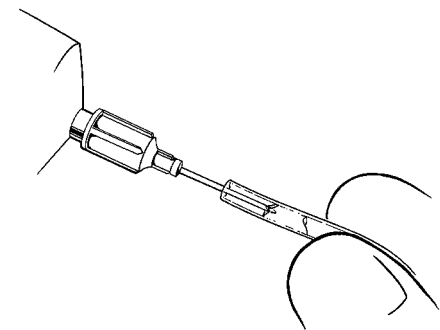

Figura 4-22. Enxaguamento dos tubos
3. Utilizar uma agulha de ponta romba de calibre 22 para enxaguar as extremidades dos tubos (**Figura 4-22**) com soro fisiológico normal para remover partículas de matéria e ar antes da ligação.